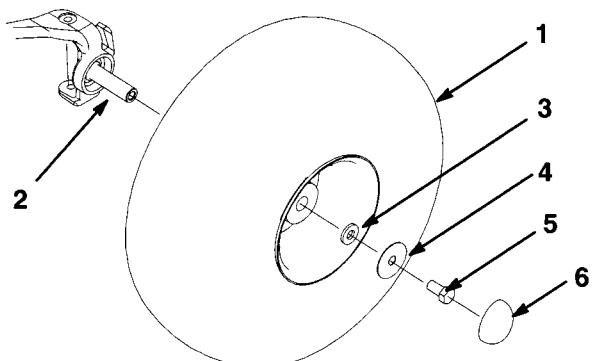

図 3
- 4 . キャップスクリュ（図 3）でスピンドルに前輪を固定し、 19.23 kg/cm^2 にトルク締めする。